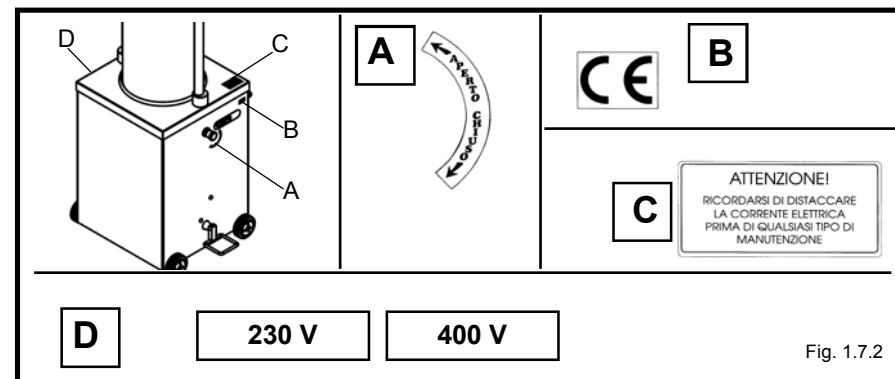

Fig. 1.7.2
1.7.1 - Placas de advertencias y peligro (fig. 1.7.2)